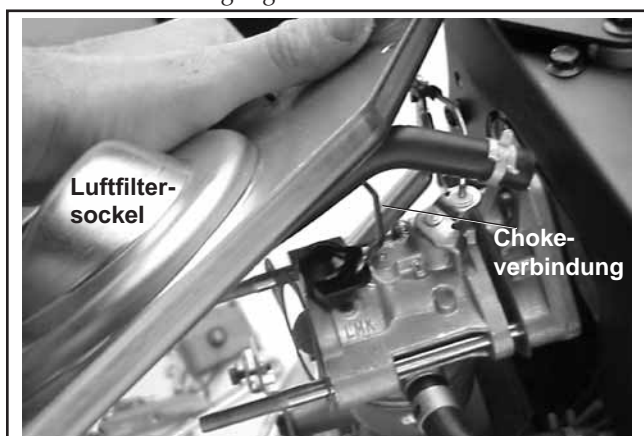

Abbildung 11-56. Chokeverbindung anschließen.
- Schließen Sie die Chokeverbindung am Vergaserchokehebel an. Siehe Abbildung 11-56.